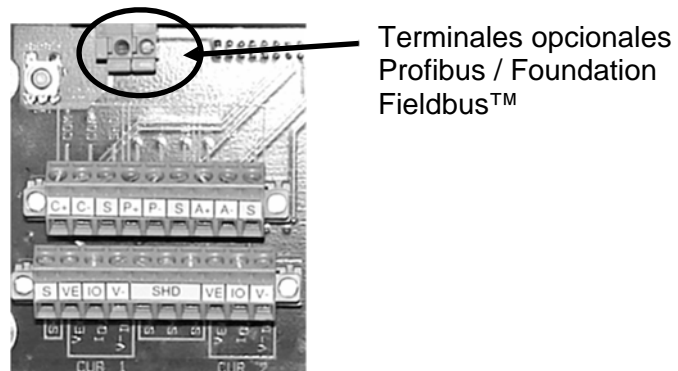

Figura 1 Terminales Profibus / Foundation Fieldbus en el Transmisor
3. Las conexiones eléctricas para Profibus hacia el transmisor SONARtrac no están polarizadas. Consultar Figura 1.